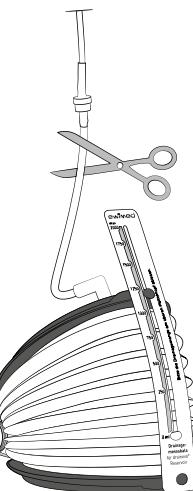

Abb. 1
- Schneiden Sie jetzt den Schlauch unterhalb des Rückschlagventils\* durch (Abb.1). Entsorgen Sie das abgeschnittene Schlauchstück mit Quetschklemme und dem Einführstift. Verwenden Sie gegebenenfalls das bereitgelegte Tuch. Damit die Flüssigkeit im Reservoir über das WC entsorgt werden kann, positionieren Sie das Schlauchsystems so, dass die Öffnung des Schlauchs über dem WC nach unten zeigt.